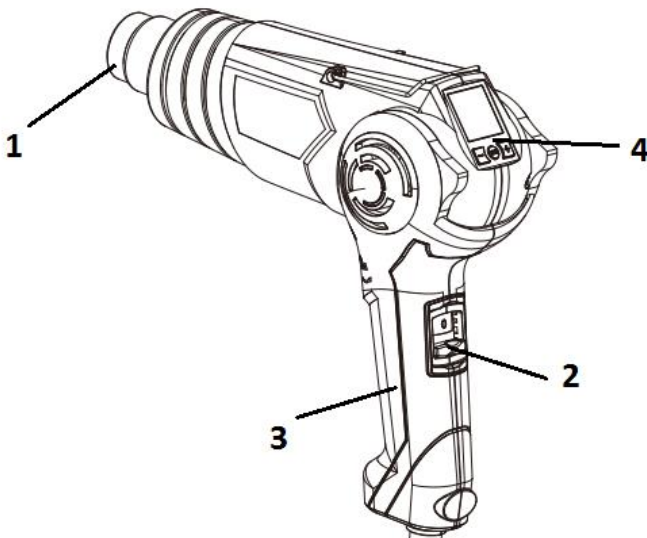

Рисунок 1
2.2.1 Конструкція виробу вміщена в корпус з термостійкого пластику і складається з наступних основних частин: нагрівального блоку в складі нагрівального елементу спірального типу в термоізолюючому кожуху з вихідним сталевим соплом нагрітого повітря (1); компресорного блоку у складі колекторного двигуна змінного струму з відцентровою повітряною крильчаткою; перемикач/вимикач режимів (2), цифровим регулятором температури (4) – згідно рис.1.